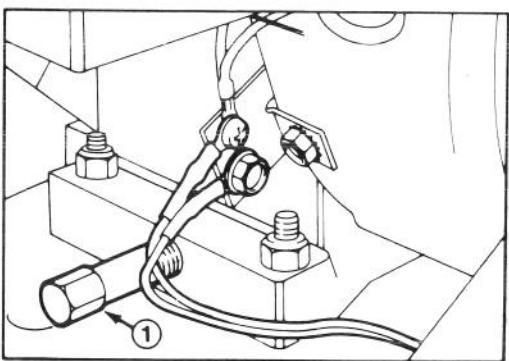

Abbildung 18
3. Die Umgebung des Ölablaßstopfens reinigen und die Ablaßwanne unter den Ablaßstützen stellen. Dann den Ablaßstopfen herauschrauben (Abb. 18).